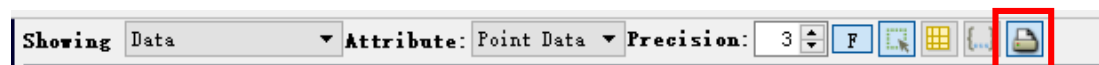

图 A-21 RSView 输出选中点到 csv 文件
10. 任何被选中的点都可以通过 Spreadsheet 工具栏 output csv data 保存（见图 A-21）。